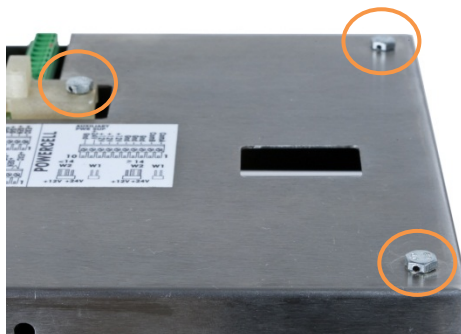

Abbildung 2-116: Hintere Abdeckung des Gehäuses mit eingedrehten Kreuzlochschrauben
4. Schließlich wird die Rückplatte des Gehäuses mit den drei Standardschrauben und den drei in Abbildung 2-116 gezeigten Versiegelungsschrauben versiegelt – zwei zum Sichern der Platte in Position auf den Abstandsstücken und eine zum Sichern des einen Endes der oberen Kartenführung.